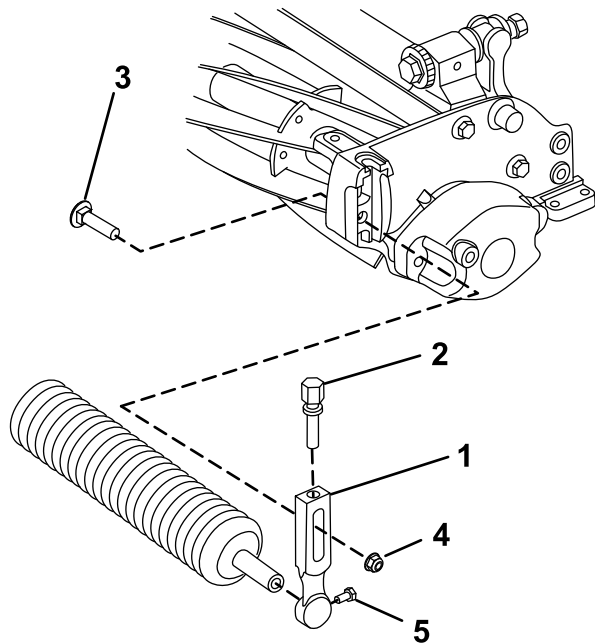

Figura 3
1. Retire el perno avellanado y la contratuerca con arandela prensada que sujetan uno de los brazos de ajuste de la altura de corte a la chapa lateral de la unidad de corte (Figura 3).
4. Coloque el brazo de ajuste de la altura de corte sobre el eje del rodillo (Figura 3).
5. Sujete provisionalmente el rodillo a la unidad de corte con el brazo de ajuste de la altura de corte y las fijaciones retiradas anteriormente (Figura 3).
7. Apriete los tornillos de montaje del rodillo (Figura 3).
2. Afloje los tornillos de montaje del rodillo de los brazos de ajuste de la altura de corte (Figura 3).
3. Introduzca el eje del rodillo en el brazo de ajuste de la altura de corte del otro lado de la unidad de corte (Figura 3).